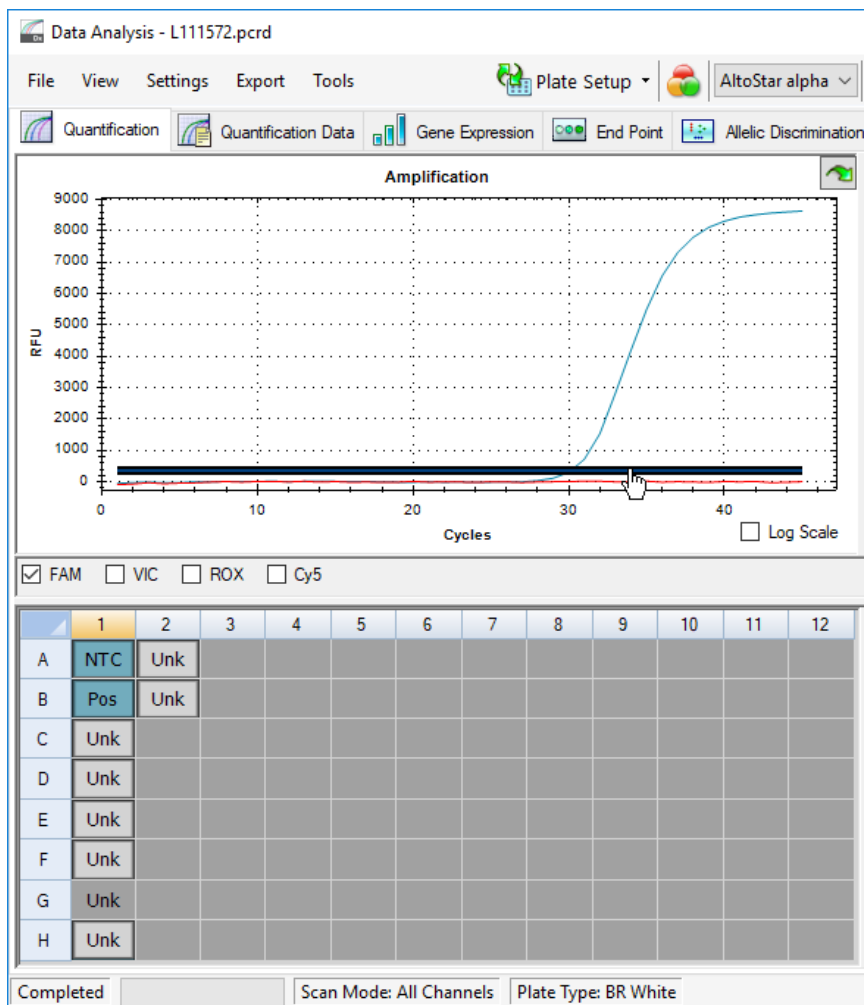

Figura 10: Ventana Data Analysis (análisis de datos): configuración del umbral FAM™
5. En la parte izquierda de la ventana Data Analysis (análisis de datos) quite la marca de la casilla de verificación **VIC** y marque la casilla **FAM** para el canal de detección de VZV objetivo (consulte la figura 10).
6. Seleccione únicamente los pocillos que contienen el NTC y el PC en la vista de placa de la ventana Data Analysis (análisis de datos) (consulte la figura 10).
7. Arrastre el pocillo de umbral por encima de la señal del NTC hacia el área exponencial de la señal de PC (consulte la figura 10).